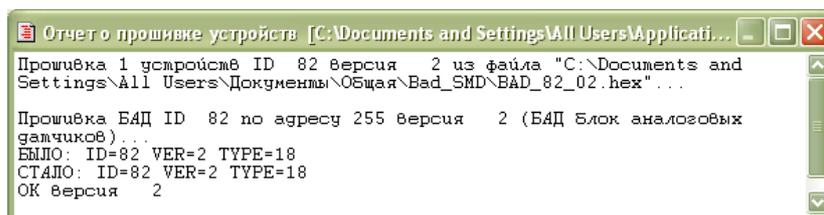

Рисунок 21 - Отчет о записи «прошивки»
7) По окончании записи выводится отчет о результатах смены прошивки. При успешной записи прошивки в отчете выводится сообщение «ОК» (рисунок 21).